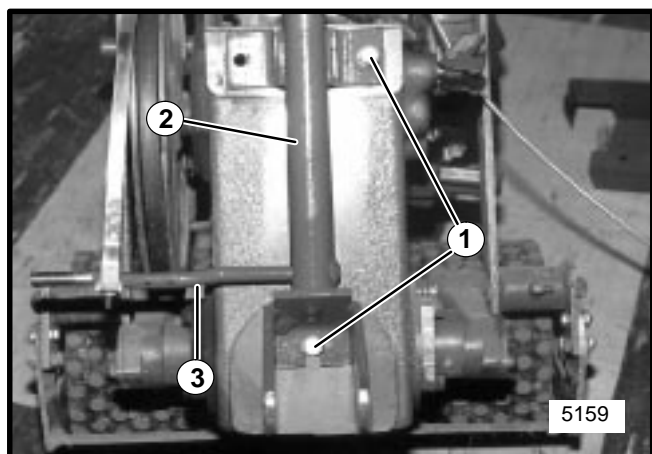
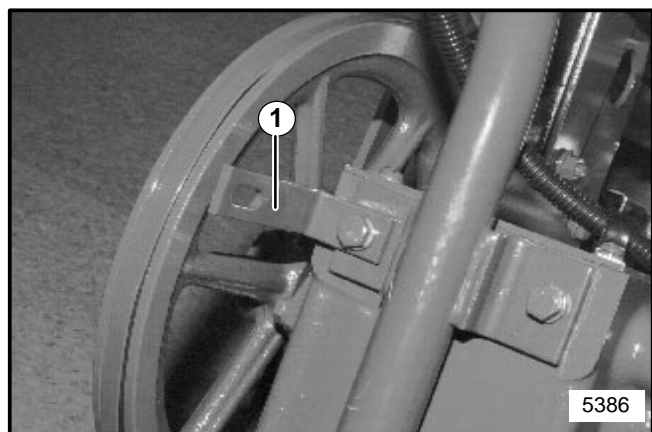

FIGURA 3
FIGURA 4
8. Quite y conserve los dos (2) tornillos y arandelas de seguridad de la parte trasera de la caja de engranajes. Afloje el tornillo inferior lo suficiente para permitir que el manubrio se deslice por detrás del tornillo y la arandela.
9. Aplique compuesto para empaquetaduras Permatex, o un equivalente, a los tres tornillos (en el paso 9). Una el soporte del manubrio al cárter, como es mostrado en la Figura 3, y conecte la ménsula en "L" mostrada en la Figura 4. ASEGURESE que el lado con ranuras de la ménsula en "L" esté colocada de frente a la polea grande. Refiérase a la Figura 4.